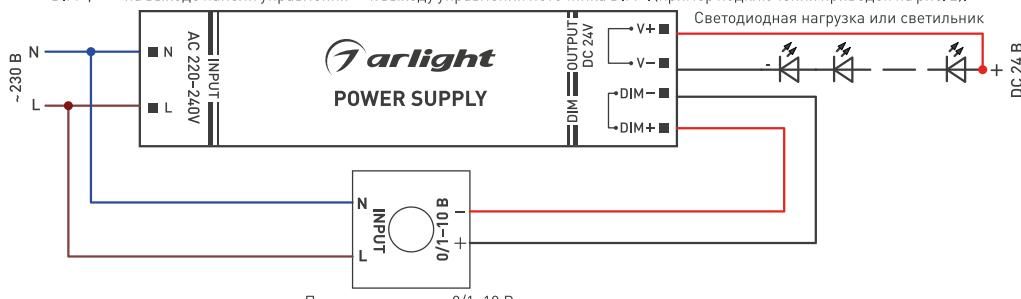

Рис. 2. Пример подключения панели управления 0/1-10 В к источнику питания
- 3.8. Подключите внешнюю панель с управлением 0/1-10 В к клеммам управления источника питания со стороны **DIM** согласно схеме, поставляемой с панелью, строго соблюдая полярность: «+» на выходе панели управления — к выходу управления источника **DIM+**, «-» на выходе панели управления — к выходу управления источника **DIM-**. [Пример подключения приведен на рис. 2].